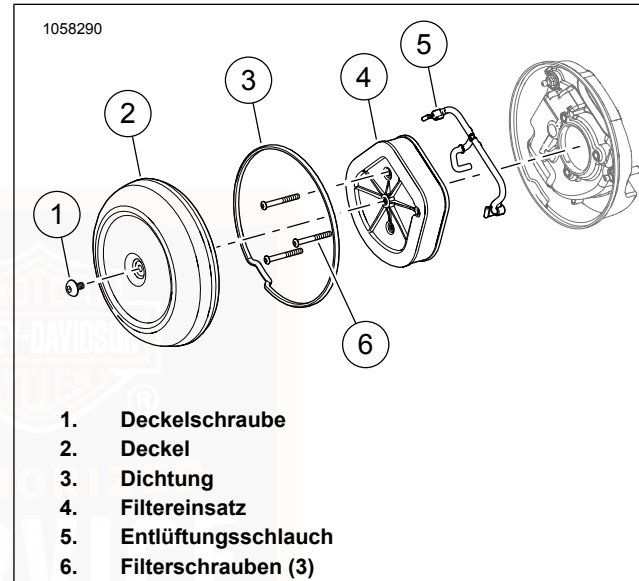
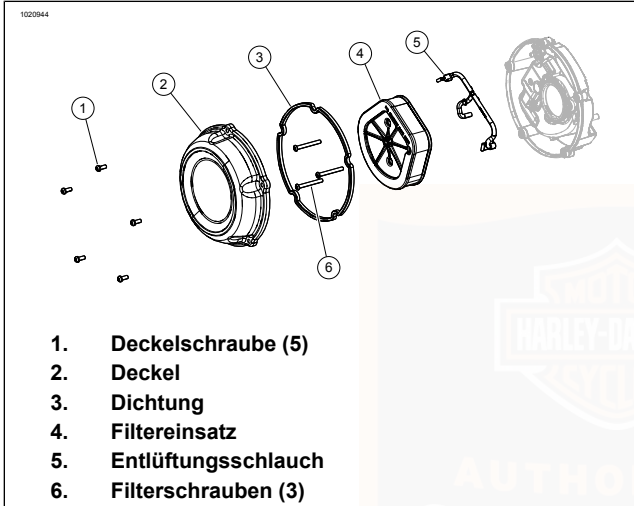

Abbildung 68. Luffilter: Einzelne Schraube
Abbildung 69. Luftfilter: Fünf Schrauben
1. Siehe Abbildung 68 oder Abbildung 69 . Die Luftfilterabdeckung entfernen.
- a. Die Schrauben (1) entfernen.
- b. Den Deckel (2) entfernen.
- a. Die Schrauben (6) entfernen.
- b. Filtereinsatz (4) entfernen und dabei den Entlüftungsschlauch (5) aus dem Filtereinsatz ziehen.
3. Entlüftungsschlauch (5) von den Entlüftungsschrauben entfernen.
1. Siehe Abbildung 68 oder Abbildung 69. Den Luftfiltereinsatz anbringen.
- a. Den Entlüftungsschlauch (5) auf den Entlüftungsschrauben anbringen.
- b. Filtereinsatz (4) anbringen und dabei den Entlüftungsschlauch in den Filtereinsatz einführen.
- c. Die Schrauben (6) anbringen. Festziehen. 5,4–8,1 N·m (48–72 **in-lbs**)
2. Sicherstellen, dass die Gummidichtung (3) ordnungsgemäß angebracht und unbeschädigt ist. Bei Bedarf austauschen.
- a. LOCTITE 243 MEDIUM STRENGTH THREADLOCKER AND SEALANT (BLAU) (99642-97) auf die Schraubengewinde (1) auftragen.
- b. Die Abdeckung (2) anbringen.
4. Die Schraube (1) anbringen.
- b. **Abdeckung mit fünf Schrauben:** Die Schrauben (1) anbringen. Sternförmig anziehen. 5,4–8,1 N·m (48–72 **in-lbs**)